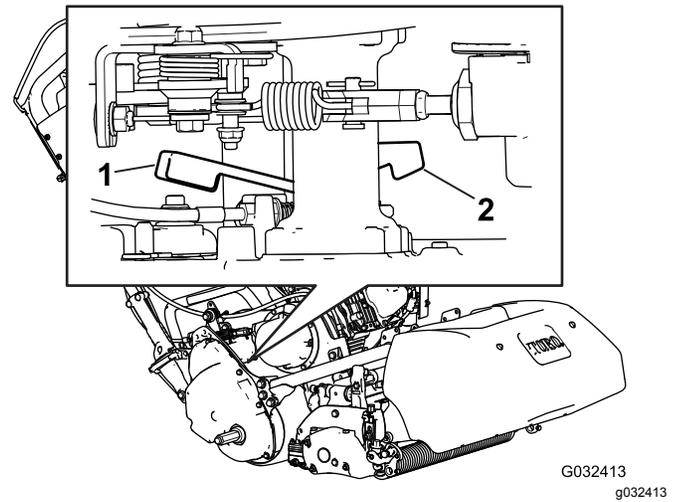

Figura 32
1. No canto posterior direito da máquina, localize a alavanca de engate/desengate da tração ao lado do tambor da transmissão (Figura 32).